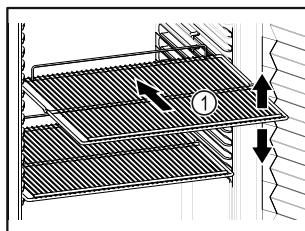

Fig. 56 Shembull ilustrues
- ❑ Nëse raftet me rrjetë Fig. 56 (1) mund të zhvendosen, atëherë përshtatni sipas lartësisë.